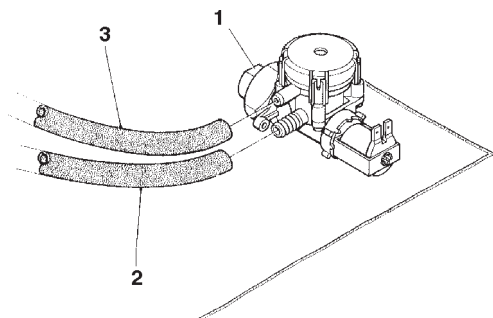

Fig. 13
Ligar mediante tubo apropriado (disponível também como kit) para a pressão da rede e para alimentos (com um diâmetro interno mínimo de 6 mm) a canalização da água à junção de 3/4" gás da eletroválvula de entrada da água (ver a fig. 13).
A eletroválvula de entrada da água (ver a fig. 13) possui um dispositivo anti-alagamento que permite bloquear mecanicamente a entrada da água caso a válvula ou o mecanismo de controle do nível da água na caldeira funcionem mal.
- soltar a junção do tubo de alimentação da eletroválvula, para descarregar a pressão da rede residual e depois reapertá-lo (ver a fig. 13);